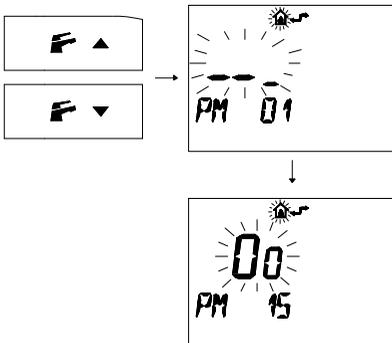

fig. 5.29
- 3 Premere i pulsanti **F** ▲ o **F** ▼ per visualizzare la programmazione "PM 15" abilitazione della sonda esterna (fig. 5.29)